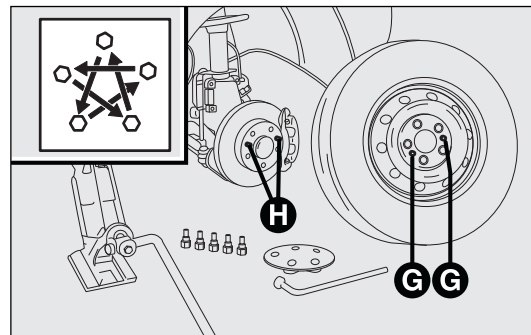

fig. 172
- montar la rueda de repuesto, haciendo coincidir los orificios G-fig 172 con los tornillos H correspondientes. Al montar la rueda de repuesto, comprobar que las superficies de apoyo estén limpias y libres de impurezas que podrían provocar más tarde el aflojamiento de los tornillos;
- apretar a fondo los tornillos, pasando alternativamente de un tornillo al diametralmente opuesto, según el esquema ilustrado en la fig. 172.